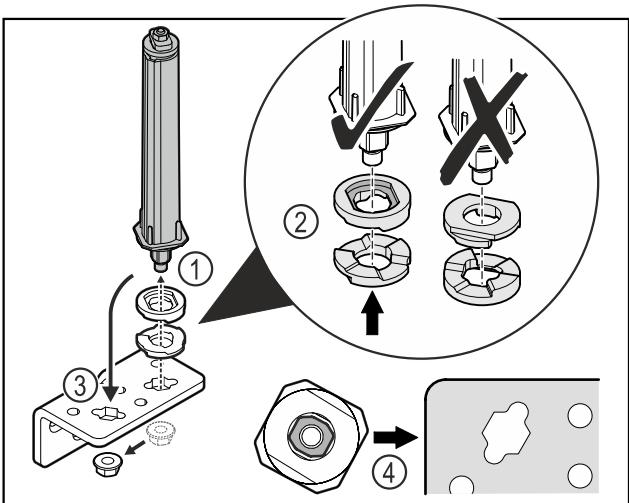

Fig. 52
- Uvoľnite maticu a odstráňte systém zatvárania dverí Fig. 52 (1).
- Dbajte na správne vyrovnanie podložiek na výškové prestavenie Fig. 52 (2).
- Premiestnite systém zatvárania dverí v uholníku závesu a zafixujte ho maticou Fig. 52 (3).
- Dbajte pri nasadzovaní na správne vyrovnanie systému zatvárania dverí Fig. 52 (4).